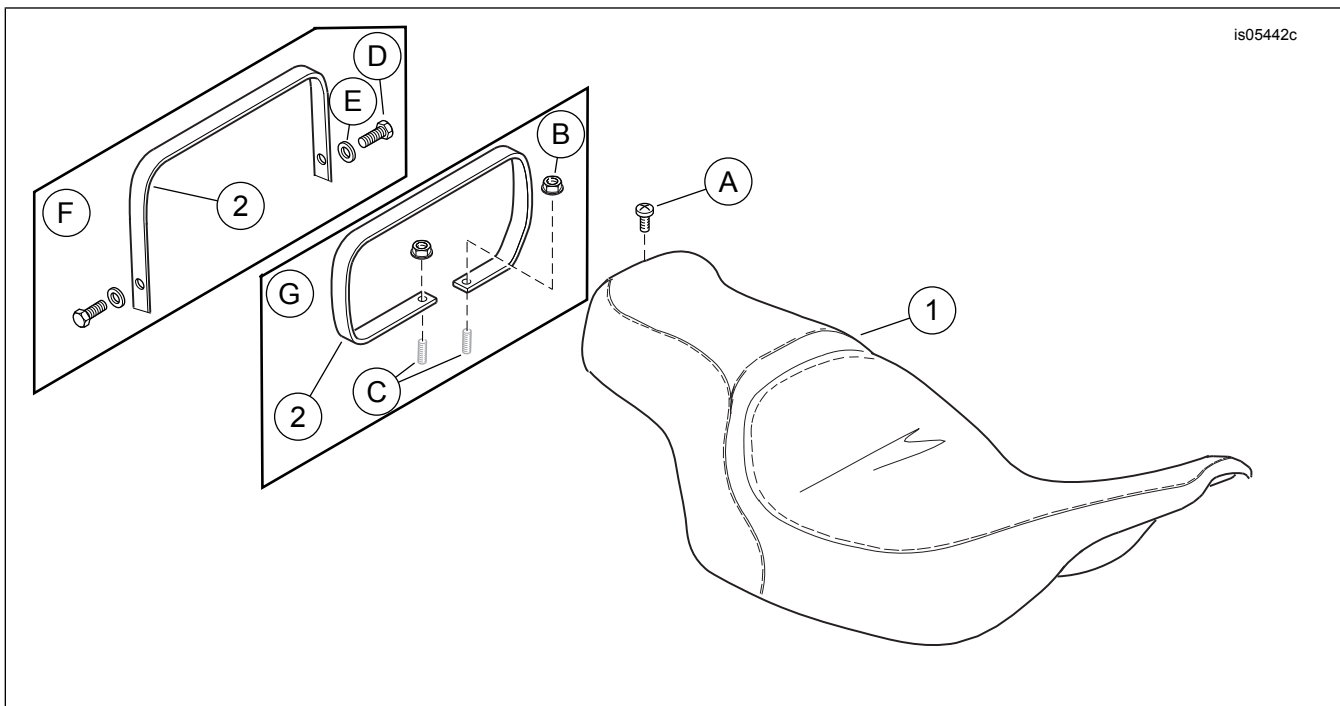

Figura 7. Parts tas-Service: Sedil Imsaħħan
Ara Figura 7 u Tabella 1 għall-kontenuti tal-kit.
1. Ara Figura 7 . Neħhi l-vit (D), il-washer (E) u t-tarf taċ-ċinga tal-qbid. Żomm il-hardware għall-installazzjoni iktar tard.
2. Ara Figura 7 . Neħhi l-vit b'ras Phillips bil-lockwasher (A) min-naħa ta' wara tas-sedil attwalment installat. Iġbed is-sedil lura biex tneħhi s-sedil. Żomm il-vit
- Ara Figura 7. Installa l-vit taċ-ċinga tal-qbid (D) u l-washer (E). Issikka.